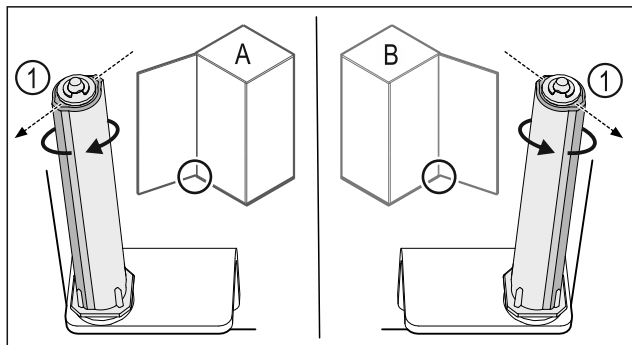

Fig. 34 Левое навешивание (A) / правое навешивание (B)
- Поворачивайте систему закрытия, преодолевая сопротивление до тех пор, пока ее ребро Fig. 34 (1) не будет направлено наружу.